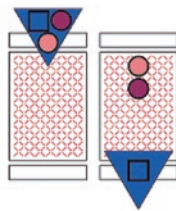

図9 目的物質を通過させ、
- (1) 目的物質 (■) を保持させず、夾雑物 (●と●) を保持させる (通過型、図 9)。